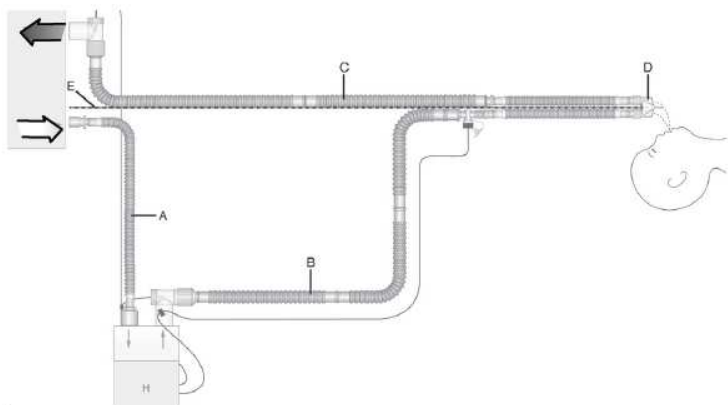
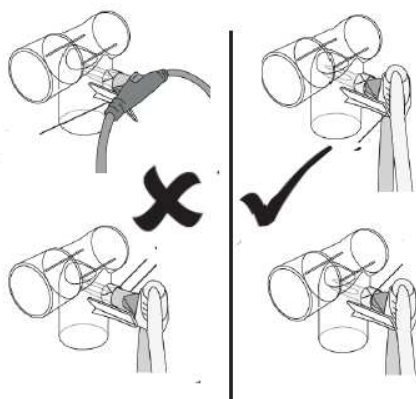

Figure 1.
Figure 2. Insertion correcte de l'extrémité distale de la sonde de température.
6. Assurez-vous que l'humidificateur est installé plus bas que le patient et le respirateur. Consultez la Figure 1.
3. Raccordement du circuit respiratoire (Figure 1)
- Attachez la branche sèche (A) au port inspiratoire du respirateur et au port de la chambre.
- Raccordez le coude de la branche inspiratoire verte (B) à l'autre port de la chambre.
- Raccordez la branche expiratoire (C) au port expiratoire du respirateur.
- Raccordez la ligne de régulation de la pression (E) au port de régulation de la pression du respirateur (le cas échéant).
- Insérez l'extrémité distale de la sonde de température dans le port sur le coude de la chambre. Consultez la Figure 2.